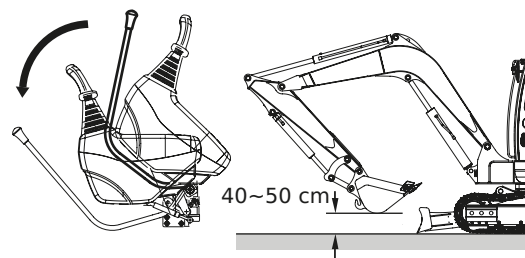

Figura 28
2. Coloque la palanca de seguridad en la posición "DESBLOQUEAR" y pliegue la parte frontal, levántelo 40-50 cm (16-20 pulgadas) por encima del suelo. Vea la Figura 28.